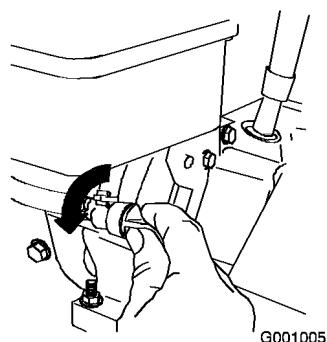

Figure 20
3. Tournez le robinet de carburant dans le sens anti-horaire pour l'ouvrir (Figure 20).